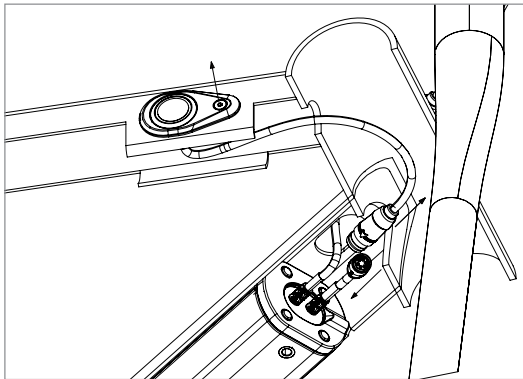

Figure 9
- Utilisez une clé hexagonale de 2 mm pour retirer la vis de la commande iWOC One (figure 9).